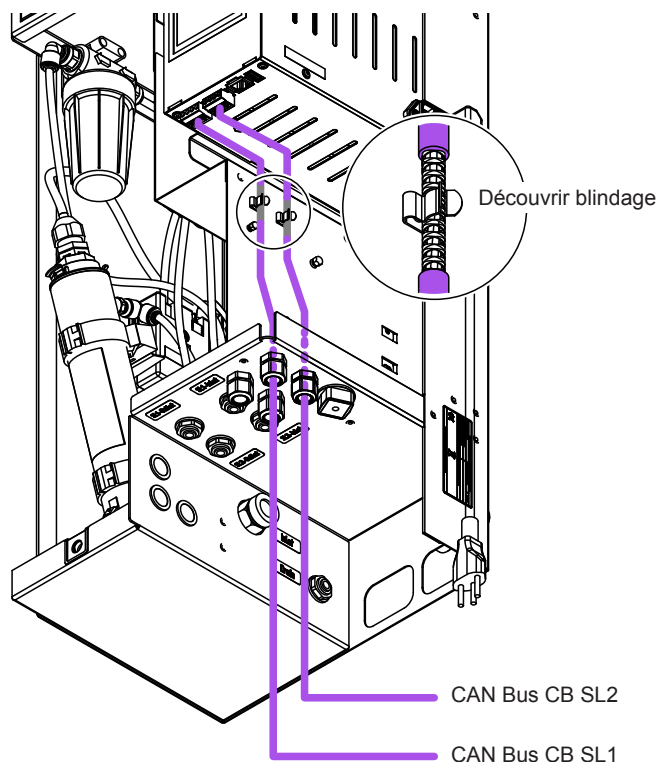

Fig. 45: Raccorder le câble du bus CAN des circuits de pulvérisation 1 et 2 à la ConBox
- Préparer les câbles du bus CAN pour le raccordement à la ConBox selon Fig. 45.
- Raccorder le câble du bus CAN du circuit de pulvérisation 1, et le cas échéant du circuit 2, selon Fig. 45 aux raccordements correspondants à la ConBox (CB) de l'unité centrale.